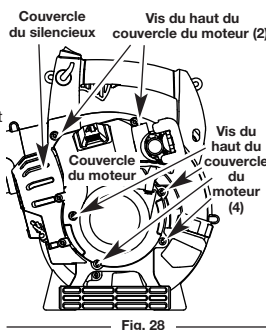

Fig. 28
- Tournez l'écrou de réglage à l'aide d'une clé de 8 mm (5/16 po) ou d'un tournevis à embout hexagonal (Fig. 28).
**REMARQUE :** Assurez-vous que les vis soient réinstallées dans leurs trous originaux (Fig. 28).